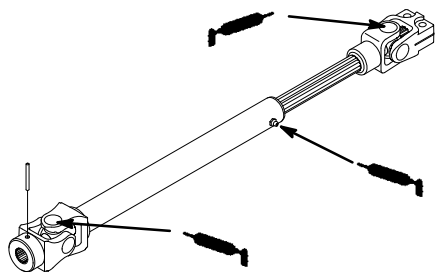

Figure 29
2. Graisser les graisseurs de l'arbre de transmission et des cardans (Fig. 29).